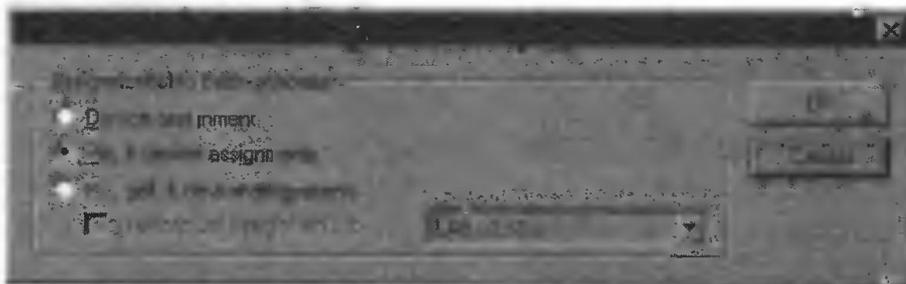

Рис. 3.46
2. В диалоговом окне **Back-annotate Assignments** под строкой **Assignment(s) to Back-annotate** (сохраняемые назначения ресурсов) выберите **Pin & device assignments** (назначения выводов и типа ПЛИС) (рис. 3.46).